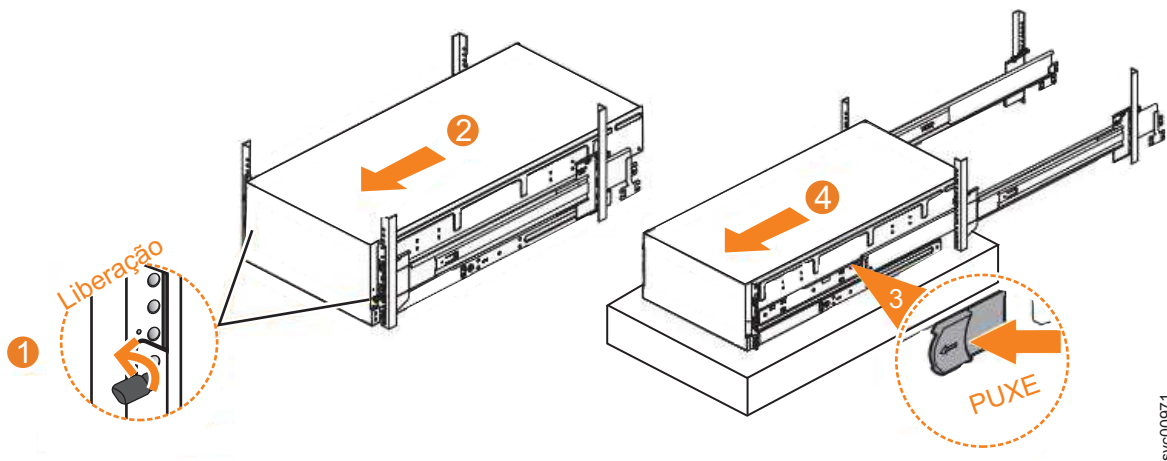

Figura 107. Removendo o gabinete do 2145-92F do rack
1. Solte os parafusos de orelha de travamento (**1**) na frente do gabinete, conforme mostrado em Figura 107.
2. Deslize com cuidado o gabinete para a frente e para fora do rack (**2**), conforme mostrado em Figura 107.
3. Localize as guias de liberação azuis esquerda e direita próximo à frente do gabinete. Puxe ambas as guias de liberação para frente para destravar o mecanismo da gaveta (**3** em Figura 107).
4. Deslize o gabinete e o membro interno do trilho para fora do rack (**4** em Figura 107).